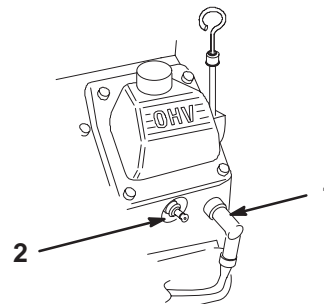

Figure 39
3. Débranchez les fils des bougies (Fig. 39). Nettoyez la surface autour des bougies pour éviter que des impuretés n'endommagent le moteur en tombant à l'intérieur.
3. Connectez les fils aux bougies (Fig. 39).